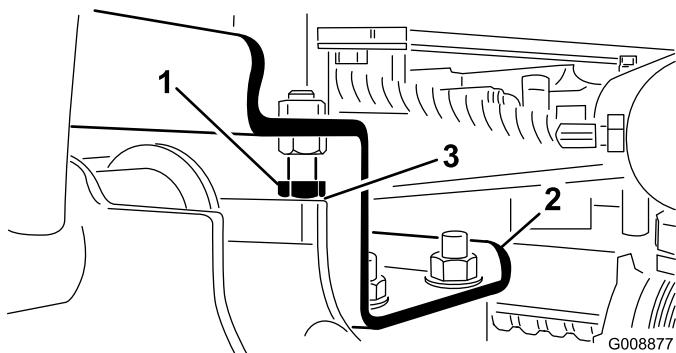

Figura 26
- A. Afloje los pernos de bloqueo y ajuste el cilindro para obtener la holgura necesaria (Figura 26).
2. Compruebe que la holgura entre cada brazo de elevación y el perno de tope es de 0,005 a 0,040 pulgadas (0,13–1,02 mm) (Figura 26).